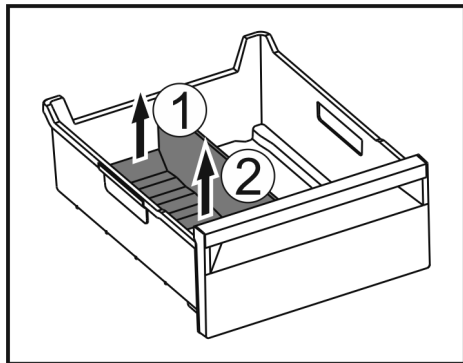

Fig. 67
- ▶ Приподнимите заднюю часть разделителя отделения для льда. Fig. 67 (1)
- ▶ Извлеките разделитель отделения для льда движением вверх. Fig. 67 (2)